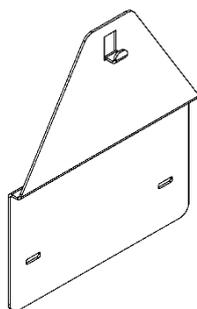

Рисунок 6. Переходная планка
7.2.3. При установке аппарата на место где ранее был установлен аппарат марки «NEVA» или «BaltGaz», который крепился к стене с помощью двух крючков, можно выкрутить данные крючки и использовать отверстия для установки переходной планки (см. рис. 6). Переходная планка 124610-00.050 позволяет смонтировать аппарат с использованием уже имеющихся крепежных отверстий в стене. Переходная планка приобретается отдельно в фирменных магазинах или на сайте baltgaz.ru.